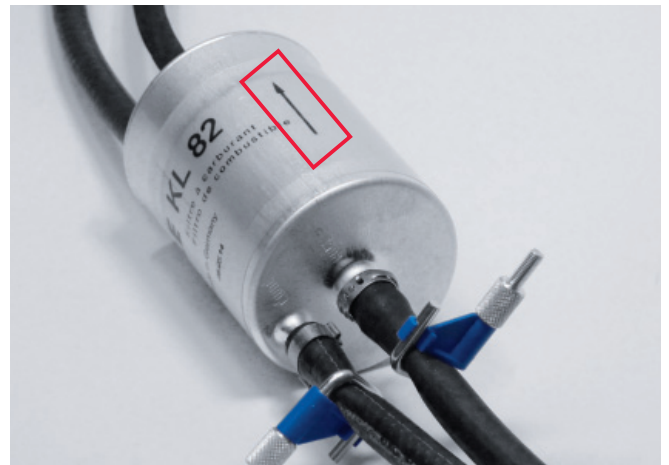

Abbildung 2: Abklemmen, um ein Leerlaufen der Kraftstoffleitungen zu vermeiden
4. Beachten Sie beim Einbau unbedingt die auf dem Filter aufgedruckte Flussrichtung (Abb. 2). Ebenso wichtig: Kraftstoffschläuche nicht vertauschen und beschädigte Schläuche und Schellen immer ersetzen.